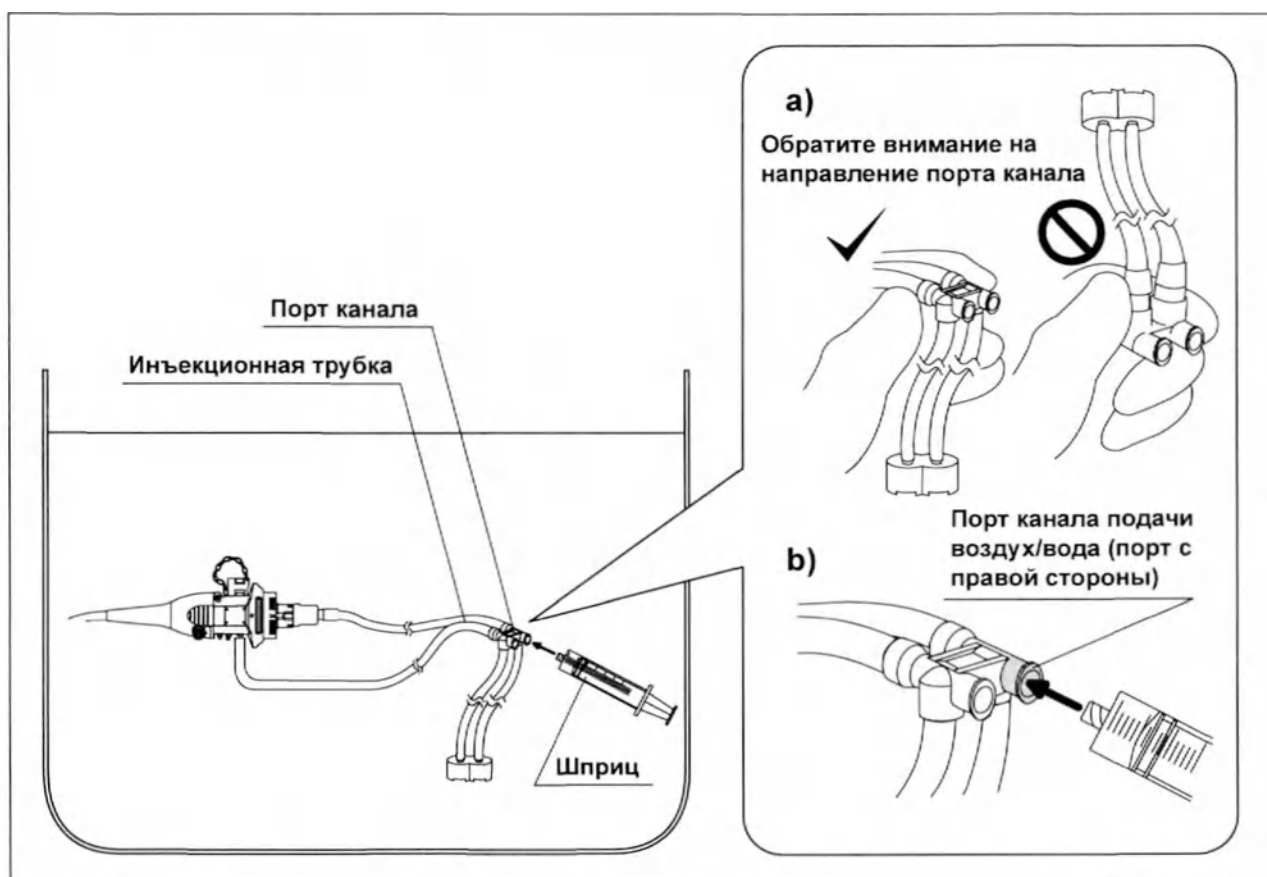

Рис. 5.49
- 7** Присоедините шприц к порту канала подачи воздух/вода инъекционной трубки. (см. рис. 5.49)
- 14** Присоедините шприц к порту канала подачи воздух/вода инъекционной трубки. (см. рис. 5.49)